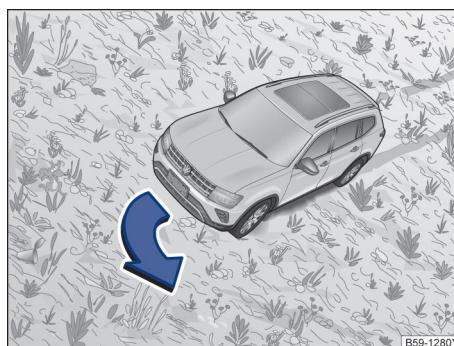

图 135 朝倾斜线转向
如果汽车有翻倒趋势，应立即向“倾斜方向”转向并略微踩下油门踏板→图 135。如果无法向倾斜线方向转向，则转向上坡方向并略微踩下油门踏板。
- 在斜坡上倾斜行驶之前，确保能够向倾斜线方向转向。如果无法做到，则选择另一条路线。如果汽车有翻倒趋势，应立即向倾斜线方向转向并略微踩下油门踏板→图 135。